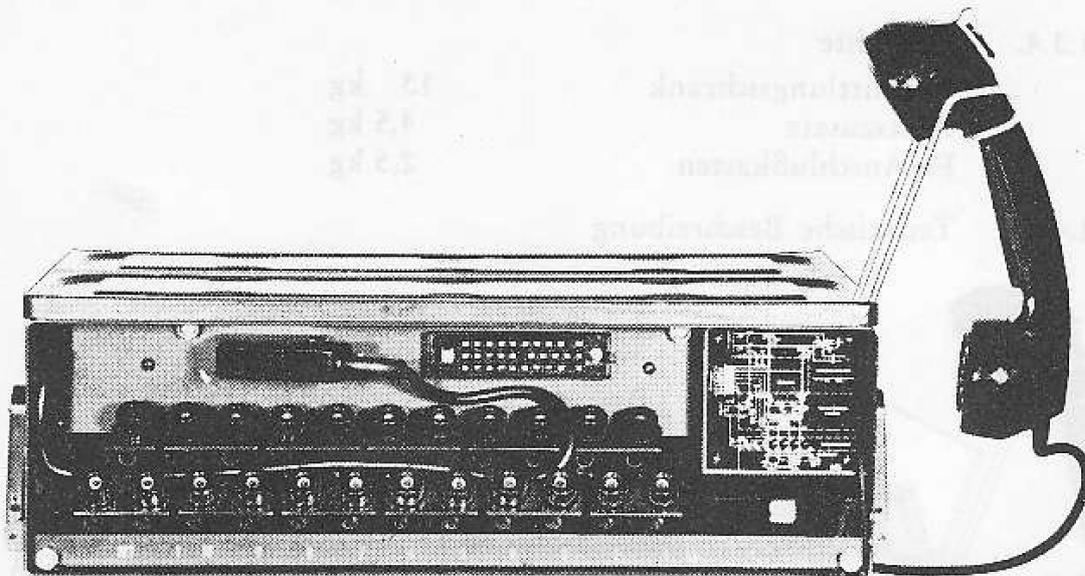

Bild 10
| 1 | Rückwand mit Anschlußorganen | (Bild 10) |
1.4.1.2. Die Rückwand ist mit 4 Schrauben (Bild 10) am Gehäuse befestigt. An der Innenseite der Rückwand befinden sich die Messerleisten zur elektrischen Verbindung der Einschübe mit der Anschlußleiste. Die Anschlußleiste an der Außenseite der Rückwand (Bild 10) enthält